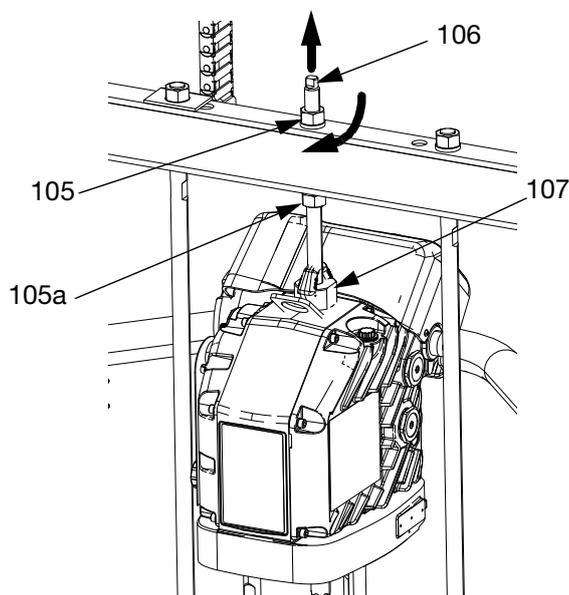

ABB. 45
1. Unterpumpe (AC) in Platte (AD) einsetzen. Den Schritten unter **Anbringen der Platte** auf Seite 50 folgen.
3. Antrieb (AB) anschließen:
- a. Schraubenschlüssel verwenden, um Mutter (105) auf Oberseite des Ram-Balkens zu drehen und Antrieb (AB) auf Unterpumpe (AC) abzusenken. Siehe ABB. 45 auf Seite 51. Mutter (105) nach oben drehen und sie unter Ram-Balken festziehen. Mutter (105) unter Querbalken mit einem Anzugsmoment von maximal 34 N•m (25 ft-lb) festziehen.